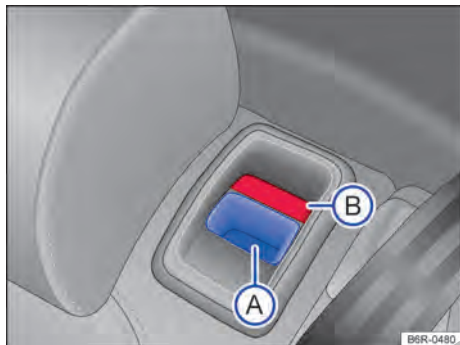

Fig. 58 Asiento trasero: tecla de desbloqueo (A); marca roja (B).
- Tirar de la tecla de desbloqueo → fig. 58 (A) hacia adelante y, al mismo tiempo, rebatir el respaldo del asiento trasero hacia adelante.
- El respaldo del asiento trasero estará desbloqueado si una marca roja en botón (B) es visible.
- La marca roja en el botón → fig. 58 (B) señala que el respaldo del asiento no está bloqueado. Comprobar siempre que la marca roja no sea visible cuando el respaldo del asiento trasero esté en la posición vertical.